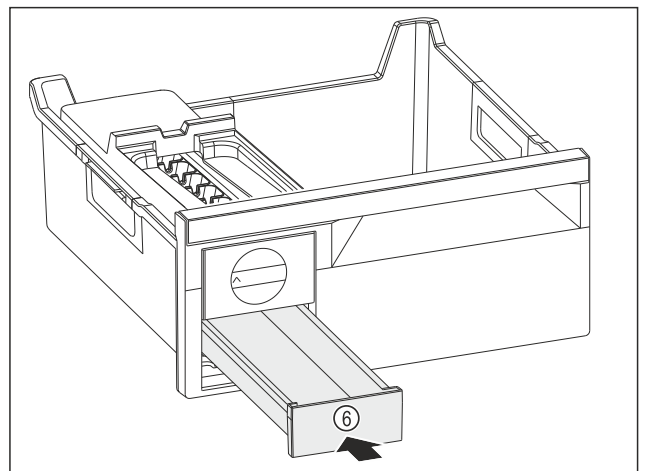

Fig. 92
- ▶ Introducir el cajón para cubitos de hielo Fig. 92 (6).